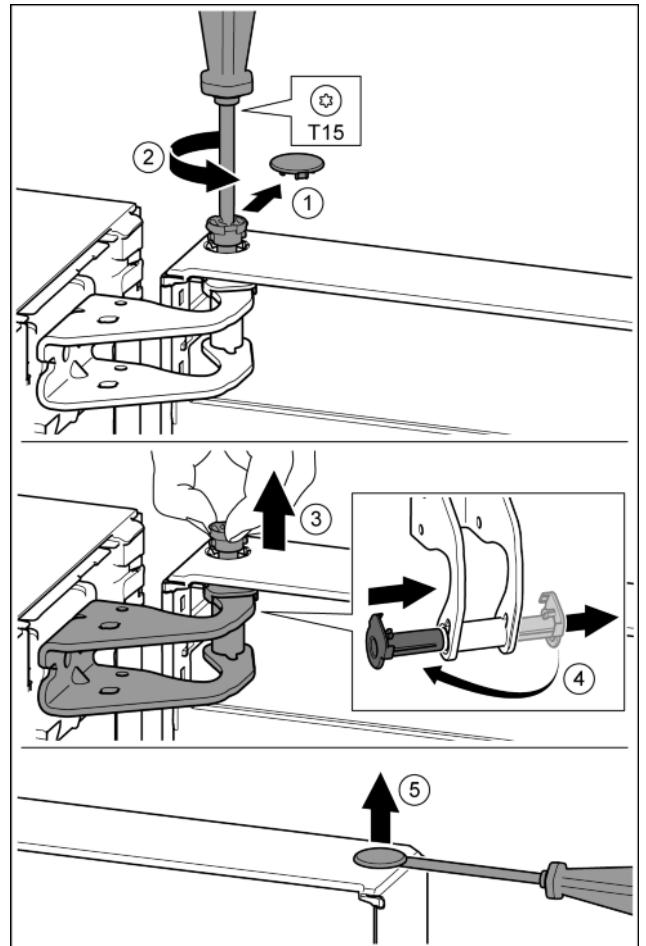

Fig. 9
- ▶ Veiligheidsafdekking voorzichtig eraf trekken. Fig. 9 (1)
- ▶ Bout met schroevendraaier T15 een stukje eruit draaien. Fig. 9 (2)
- ▶ De deur vasthouden en de bout met de vingers eruit trekken. Fig. 9 (3)
- ▶ Lagerbussen uit de geleiding trekken. Op de andere kant aanbrengen en vastklikken. Fig. 9 (4)
- ▶ Stop voorzichtig met een sleufschroevendraaier uit de lagerbus van de deur optillen en eruit trekken. Fig. 9 (5)